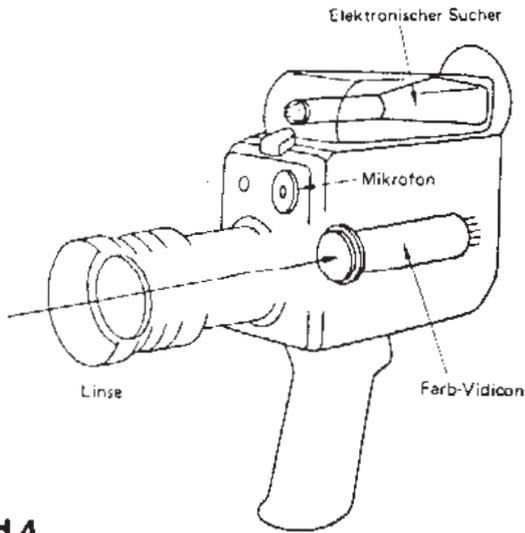

Bild 4
3. Einröhren-Farbvideokamera (Bild 4)